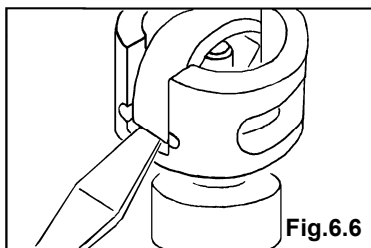

Fig.6.6
- ・ マイナスドライバーなどを使用して C 型スプリングの片側の端を外側に開くように押上げて、C 型スプリングを取外す。〔Fig.6.6、6.7〕